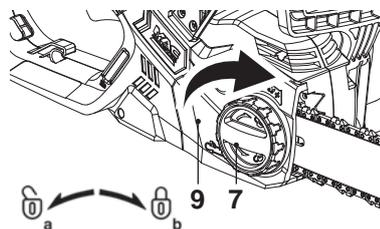

Fig. 7
8. Remettez le couvercle [9] en place et serrez légèrement la molette de verrouillage [7] (Fig. 7, b). Ne serrez pas la molette à fond: la chaîne doit être tendue au préalable.